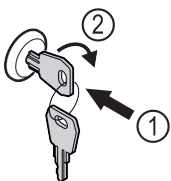

Fig. 126
- ▶ Вдавити ключ Fig. 126 (1).
- ▶ Повернути ключ на 90° за годинниковою стрілкою Fig. 126 (2).